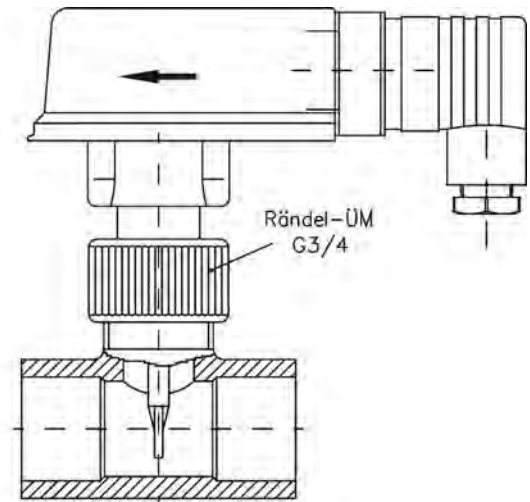

Abb. 6
- ⇒ Bei der Ausführung ...MKU dichten Sie das PVC-Rohrstück (Abb. 6) in der Rohrleitung mittels geeigneter Klebeverbindungen ab.